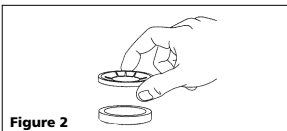

Figure 2
2. Placer la bague de retenue en forme "d'étoile" sur l'entretoise (queue vers le bas) (Figure 2).